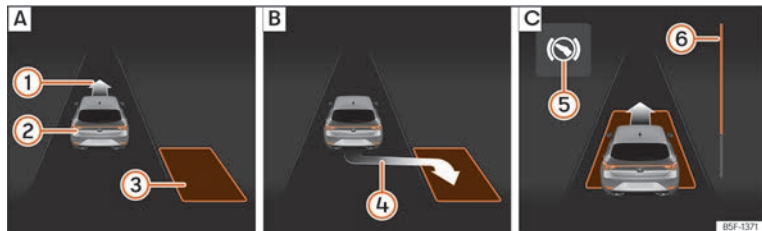
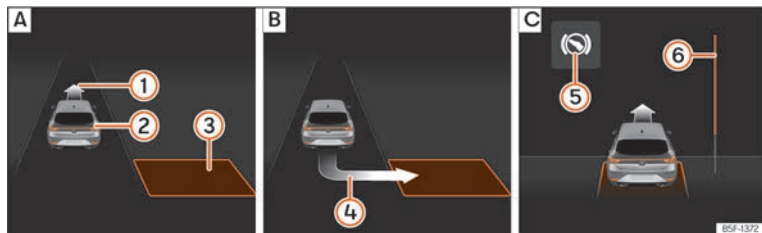

Abb. 199 Am Bildschirm des Kombi-Instruments: längs einparken. [A] Parklücke suchen. [B] Position zum Einparken. [C] Rangieren.
Abb. 200 Am Bildschirm des Kombi-Instruments: quer einparken. [A] Parklücke suchen. [B] Position zum Einparken. [C] Rangieren.
- Schauen Sie auf der Bildschirmanzeige im Kombi-Instrument, ob die Parklücke als „geeignet“ erkannt wurde und ob die korrekte Position zum Einparken » **Abb. 199** [B]
oder » **Abb. 200** [B] erreicht wurde. Die Parklücke wird als „geeignet“ betrachtet, wenn auf dem Bildschirm des Kombi-Instruments die Anzeige zum Einparken erscheint ④.
- Fahren Sie rückwärts, bis das Dauertonsignal des ParkPilot ertönt; **ODER:** fahren Sie zurück, bis auf dem Bildschirm des Kombi-Instruments die Anzeige für Vorwärtsfahren »» **Abb. 199 [C]** oder »» **Abb. 200 [C]** erscheint; **ODER:** fahren Sie zurück, bis am Bildschirm des Kombi-Instruments die Meldung **Park Assist beendet** erscheint. Die Fortschrittsanzeige **(6)** zeigt den zurückzulegenden Abstand an »» **Seite 304.**
Parklücke zentriert ist »» **Abb. 199 [C]** oder »» **Abb. 200 [C]**.
- »» **Abb. 199 (6)** und »» **Abb. 200 (6)** im Display des Kombiinstrumentes zeigt symbolisch die noch zu fahrende relative Fahrstrecke an. Je länger die Distanz ist, desto größer ist der Füllstand des Fortschrittsbalkens. Bei Vorwärtsfahrt nimmt die Füllung des Fortschrittsbalkens nach oben ab und bei Rückwärtsfahrt nimmt die Füllung des Fortschrittsbalkens nach unten ab.